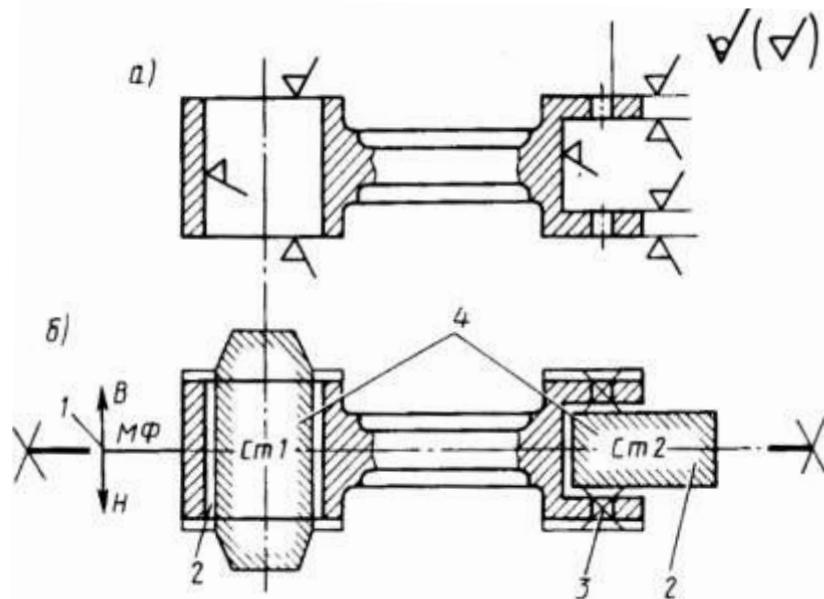
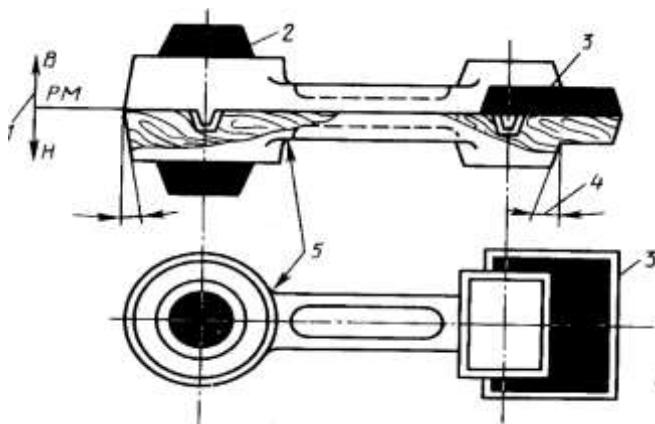
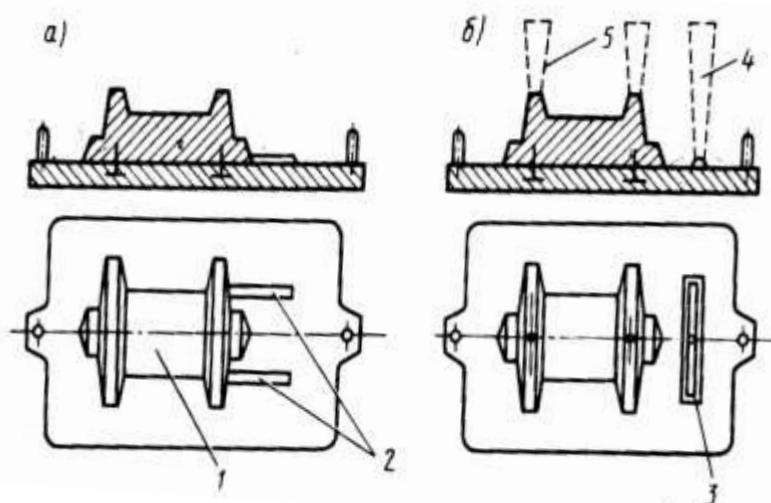
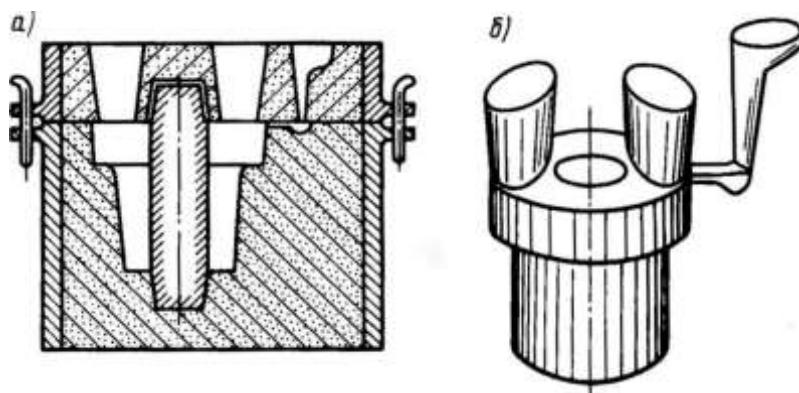

Рис. 1
Рис. 2
Рис. 5
Рис. 6
На рис. 1, а в качестве примера приведен эскиз детали. Обратите внимание на поверхности детали, подвергающиеся механической обработке. Условно они обозначены знаком  $\checkmark$ . Остальные поверхности механической обработке не подлежат, на что указывает знак в правом верхнем углу эскиза. При разработке эскиза «Элементы литейной формы» детали формы обозначают условно (рис. 1, б).
4. Стержни, их знаки. Изображают сплошной тонкой линией, которую допускается выполнять синим цветом. Стержни в разрезе штрихуют только у контурных линий 4. Размеры знаков стержней и зазоры между знаками стержней и модели принимают по ГОСТ 3606-80. Стержни обозначают буквами «Ст» и порядковыми номерами, например Ст1, Ст2 (рис. 1, б).
5. Литниковую систему и прибыли изображают сплошной тонкой линией, которую допускается выполнять красным цветом. На рис. 1, б литниковая система не показана.
Припуски на механическую обработку и размеры знаковых частей стержня определены Государственным стандартом. Чертеж (эскиз) «Элементы литниковой формы» служит основой для разработки модельного комплекта: модели и стержневых ящиков. На рис. 2 дан эскиз деревянной модели для ручной формовки. Модель имеет разъем 1, стержневые знаки 2, 3 (они окрашены черным цветом), конфигурация которых соответствует конфигурации знаков, указанных на рис. 1, б (Ст1 и Ст2). На модели предусматривают формовочные уклоны 4 на стенках, перпендикулярных плоскости разъема (определенны Государственным стандартом), и радиусы скруглений в местах сопряжения стенок 5. Размеры моделей выполняют с учетом припусков на механическую обработку, технологических припусков и усадки сплава, из которого изготавливают отливку.
Эскиз собранной литейной формы (вертикальный разрез) для разрабатываемой технологии изготовления отливки (см. рис. 1) приведен на рис. 5, а, а готовой отливки с литниковой системой – на рис. 5, б. Литейная форма в сборе состоит из следующих элементов: полости формы 1, стержня 2, формовочной смеси 3, опоки нижней 4, опоки верхней 5, питателя 6, шлакоуловителя 7, стояка 8, литниковой чаши 9, выпора 10, газоотводящих каналов 11. Обратите внимание на графическое изображение каждого элемента литниковой формы: полость формы и каналы литниковой системы не штрихуются, стержень заштрихован у контура.
На рис. 6 показаны: литейная форма для стальной отливки (а) и отливка с литниковой системой (б). Обратите внимание на прибыли, а также на различие конструкций литниковой системы для чугунной (см. рис. 5) и стальной отливки (рис. 6). В форме для стального литья отсутствует шлакоуловитель, так как конструкция заливочного ковша обеспечивает задержание шлака.